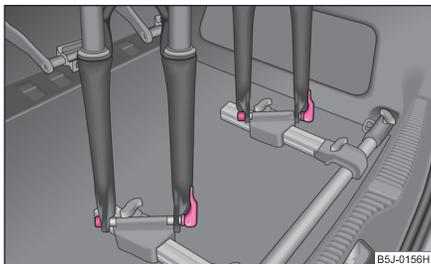

Fig. 67 Poner una bicicleta
- Poner la horquilla de bicicleta sobre el eje de fijación y fijarlo mediante la sujeción rápida ⇒ fig. 67.